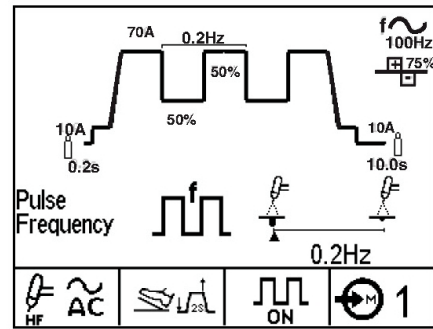

Figura B.4c
- TIG Pulsante (Ver Figura B.4c)
2. A **Secção de Exibição de Parâmetro** mostra o parâmetro seleccionado, o seu ícone e o seu valor actual. Para alterar o valor, gire o botão/codificador rotativo. Alguns parâmetros como a Frequência AC têm um ícone de Exibição de destaque que mostra o efeito do parâmetro variável no arco e/ou no perfil de soldadura. À medida que estes parâmetros são ajustados um indicador mover-se-á entre o ícone mínimo e o ícone máximo para mostrar o efeito relativo desse parâmetro. A Frequência Pulsante mostrada na Figura B.4c é um exemplo de ícone de exibição de destaque. Referência à Tabela B.1 para uma lista de Ícones de Destaque.